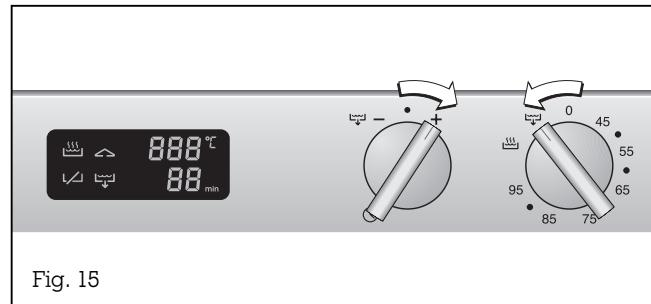

Fig. 15
- Tournez le bouton « minuteur » vers la droite jusqu'à la position et maintenez-le dans cette position (fig. 15).